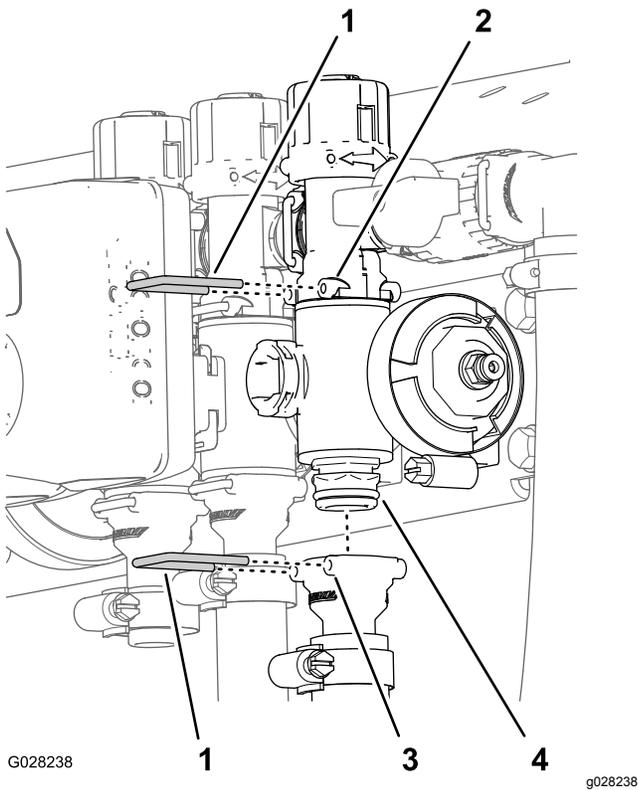

图69
2. 拆下将出口接头固定至喷洒臂段阀歧管和将阀歧管固定至旁通阀接头的卡环图69。